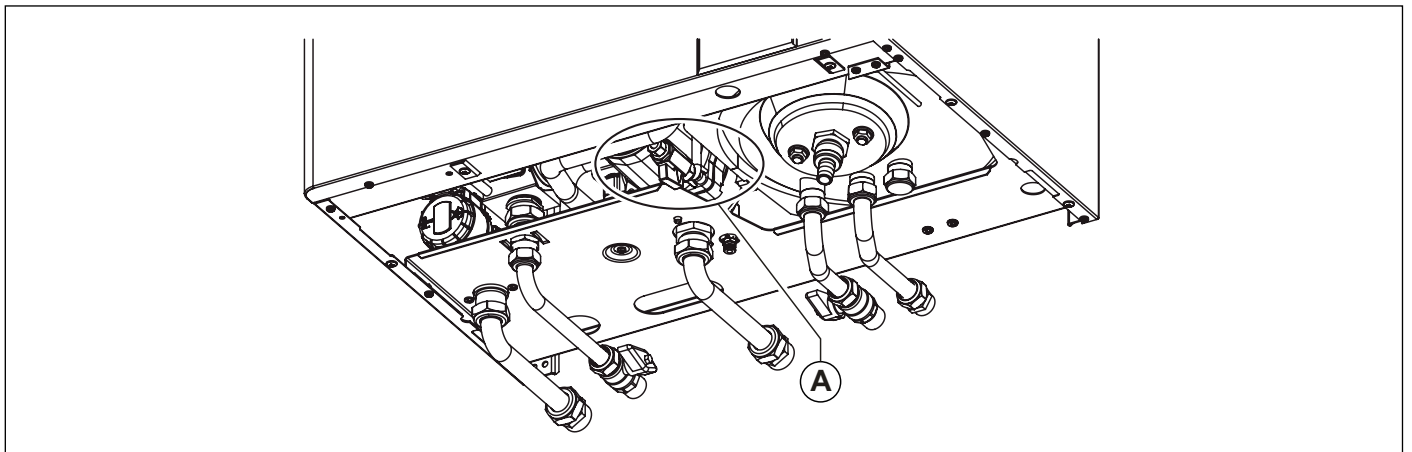

Рис. 2 Кран підживлення
Якщо на дисплеї з'являється код несправності **E04**, це означає, що тиск в системі опалення занадто низький (спрацював датчик тиску в системі опалення). Необхідно підживити котел за допомогою крану заповнення. Рис. 2 Кран підживлення. Помилка **E04** буде відображатися коли тиск в системі опалення опуститься нижче 0,4 бар та автоматично щезне коли він підніметься вище 1,0 бар. Тиск в холодному котлі повинен бути
- відкрутіть кран заповнення системи Рис. 2 Кран підживлення рухом проти годинникової стрілки з метою подачі води в котел;